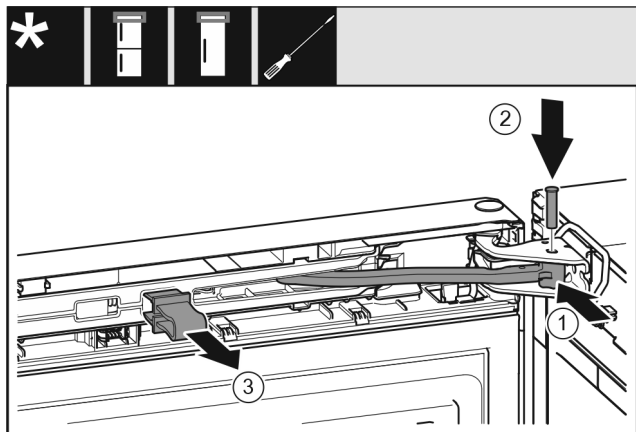

Fig. 50
- ▶ Gelenk in Lagerbock drehen. Fig. 50 (1)
- ▶ Bolzen in Lagerbock und Gelenk einsetzen. Dabei darauf achten, dass der Rastnocken korrekt in der Nut sitzt. Fig. 50 (2)
- ▶ Sicherung abnehmen. Fig. 50 (3)